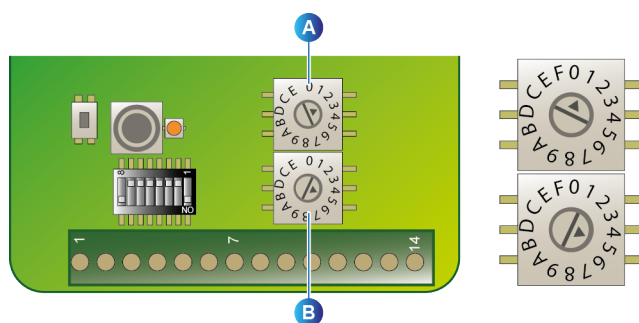
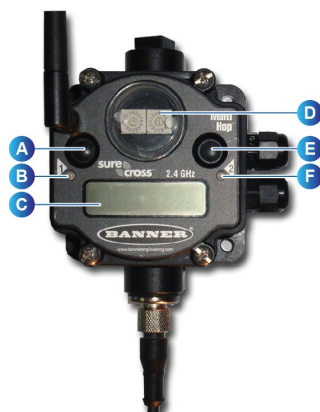
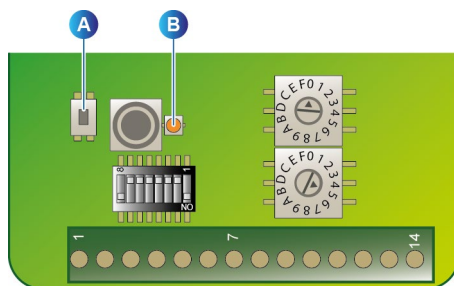

Figure 50 : adressage de la carte radio.
Figure 52 : localisation des boutons et des voyants sur le récepteur *Maître*.
Figure 53 : carte radio *OLCT80*.
1. Vérifier la configuration des adresses (commutateurs rotatifs, des cartes radio des *OLCT80* (Figure 50, rep. A et B) et du récepteur *Maître* (Figure 52, rep. D).
3. **Sur le récepteur *Maître*** (Figure 52 : localisation des boutons et des voyants sur le récepteur *Maître*. appuyer rapidement trois fois sur le bouton rep. E.
4. **Sur la carte radio de l'*OLCT80*** (Figure 53 : carte radio *OLCT80*. appuyer rapidement trois fois sur le bouton de couplage rep. A.
6. Lorsque toutes les cartes radio sont couplées, quitter le mode de couplage sur le récepteur *Maître* en appuyant deux fois sur le bouton rep. E (Figure 52).
En fonctionnement normal, la LED rep. B (Figure 53) de la carte radio de l'*OLCT80* clignote orange, tandis que la LED rep. F (Figure 52), du récepteur *Maître* clignote rouge.